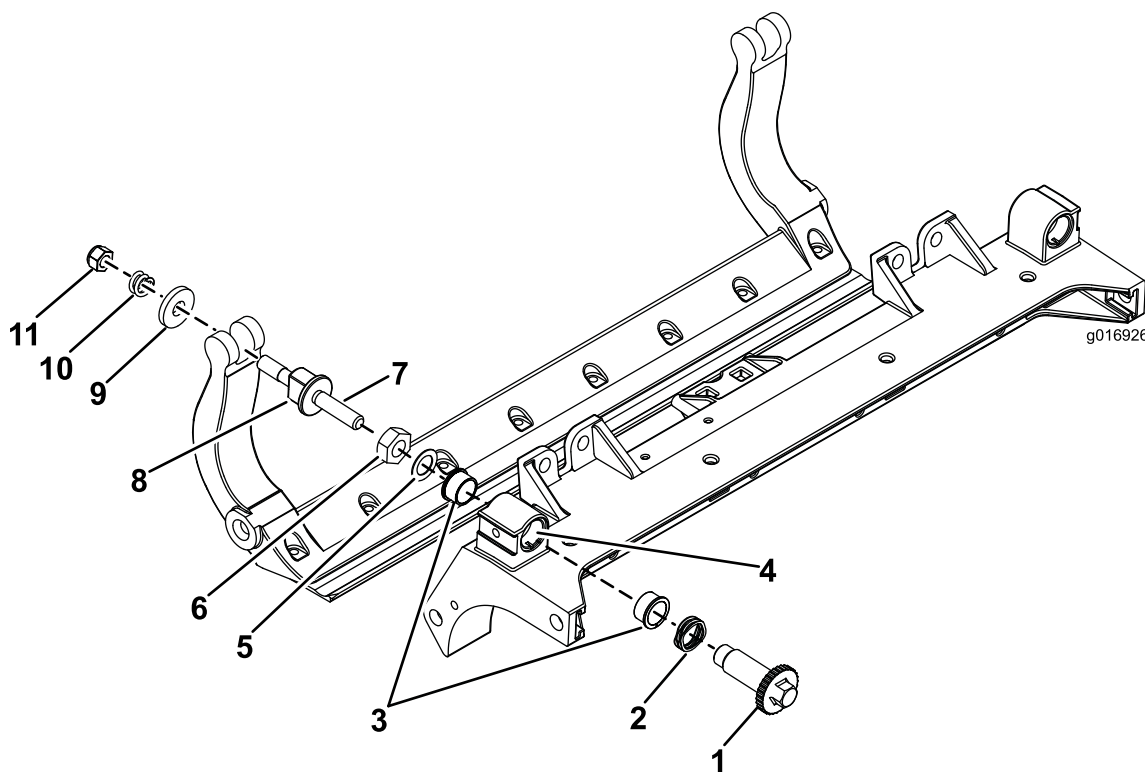

Figura 34
1. Retire todas as peças (consulte as *Instruções de instalação* do Kit DPA HD Modelo n.º 120-7230 e Figura 34).
2. Aplique Never Seize no interior da área dos casquilhos na estrutura central da unidade de corte (Figura 34).
3. Alinhe as chaves nos casquilhos das flanges com as ranhuras na estrutura e instale os casquilhos (Figura 34).
4. Instale uma anilha ondulada no veio do ajustador e deslize o veio do ajustador para os casquilhos da flange na estrutura da unidade de corte (Figura 34).
5. Prenda o veio ajustador com uma anilha plana e porca de bloqueio (Figura 34). Aperte a porca de bloqueio com 20–27 N m.
12. Coloque uma arruela de aço no exterior de cada uma das arruelas de nylon (Figura 34).
13. Aperte a porca em cada conjunto de ajustador da barra de apoio até que a mola de compressão esteja totalmente comprimida e, em seguida, desaperte a porca 1/2 volta (Figura 34).